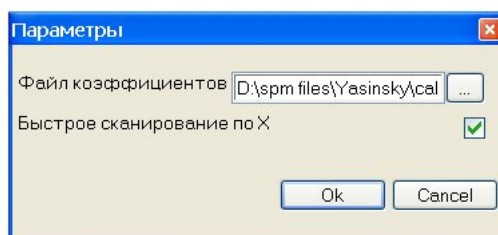

Рис. 3.20. Настройка параметров для исправления искажений.
3. Сохраненный файл устанавливается в качестве файла коэффициентов в окне параметров (рис. 3.20).